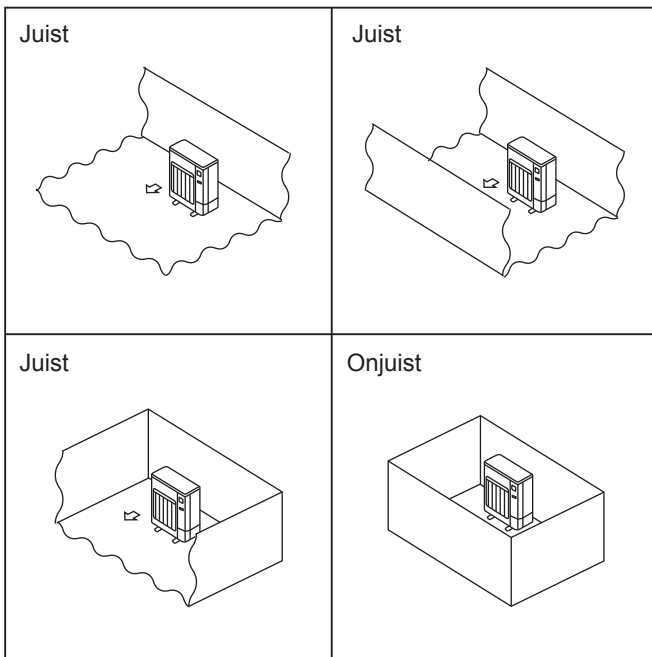

Fig. 2-1
- © Installeer buitenapparaten op een plaats met minimaal een van de vier zijden open en in een ruimte zonder verhogingen die voldoende groot is. (Fig. 2-1)